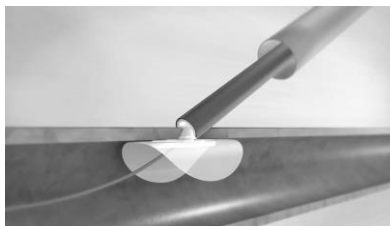

Figura 13. Posição de tamponamento, implante posicionado em justaposição à arteriotomia.
- Continue a retirar o dispositivo mais 1,5 graduações (= 3,5 graduações no total). Neste ponto, deverá ser sentida uma ligeira resistência táctil como resultado do implante se ancorar contra o lúmen interno da parede arterial. Esta é a posição de tamponamento, e o implante está agora a controlar a hemorragia da arteriotomia. Figura 13.